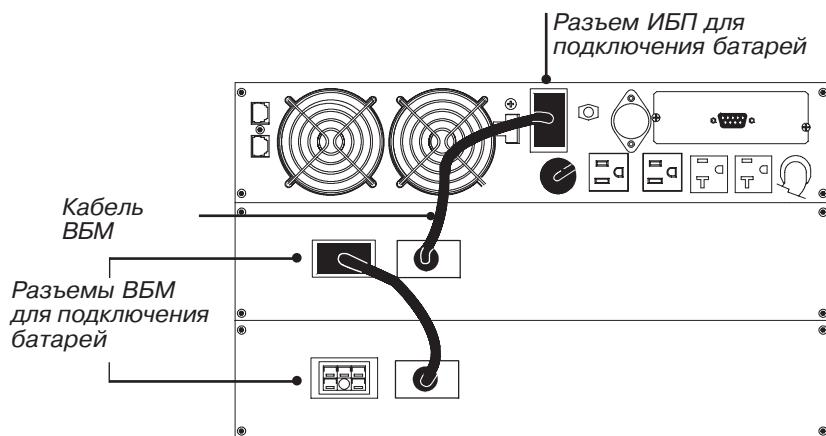

Рисунок 11. Подключение ВБМ (на примере модели ИБП 120В)
2. Подсоедините кабель ВБМ к разъему для подключения батарей (см. рис. 11).